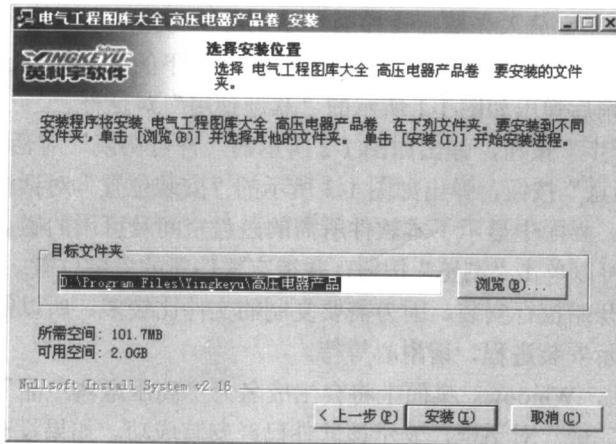

图 1-3 “安装位置”对话框
(3) 单击“我同意”按钮，弹出如图 1-3 所示的“安装位置”对话框，要求用户确定软件安装在哪一个盘上。界面中显示了本软件所需的磁盘空间及可用的磁盘空间。如果要自定义软件的安装位置，可以单击“浏览”按钮，并指定软件新的安装位置。当安装位置确定后，单击“安装”按钮，开始执行安装。因为需要复制的文件比较多，所以需要一些时间。在这个过程中，屏幕会显示安装进程，请耐心等待。